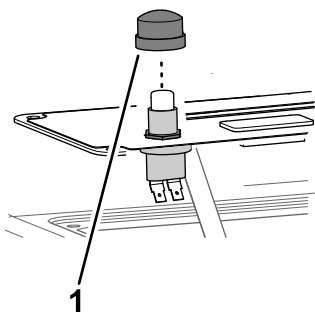

Figure 6
4. Placez le chapeau sur l'interrupteur (Figure 6).